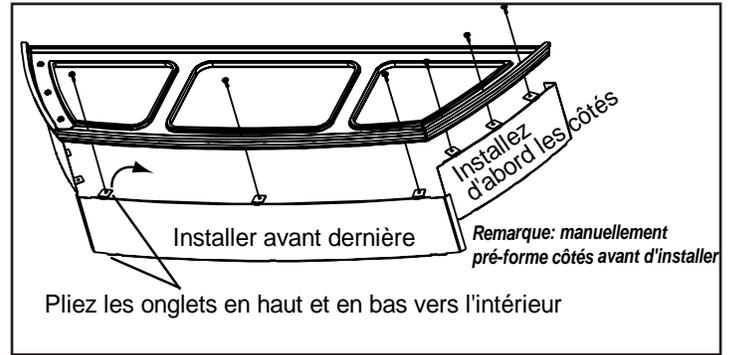

Figure 33.3
4. Lay 1 face anneau de fonte en place, qui va devenir l'anneau inférieur lorsqu'il est installé. Fixez les deux côtés d'abord et ensuite la pièce avant. Figure 33.3.